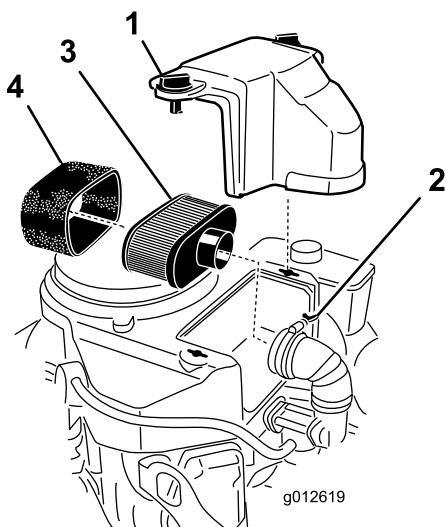

Figura 45
1. Limpie el elemento de papel golpeándolo suavemente para eliminar el polvo. Si está muy sucio, cambie el elemento de papel (Figura 45).